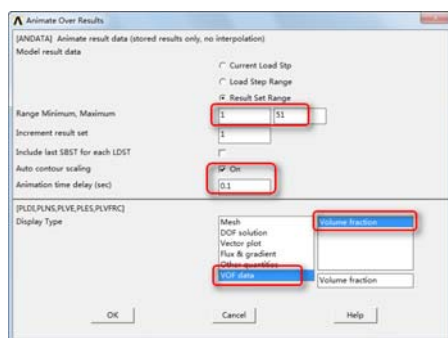

图 7-107 “Animate Over Results”对话框
③依次选择 Utility Menu→PlotCtrls→Animate→Over Results, 会弹出“Animate Over Results”对话框, 如图 7-107 所示, 在“Model result data”选择框中选择“Result Set Range”, 在“Range Minimum, Maximum”输入框中依次输入 1、51, 在“Increment result set”输入框中输入 1, 在“Animation time delay(sec)”输入框中输入 0.1, 在“Display Type”选择列表中选择 VOF data→Volume fraction, 其余采用默认设置。